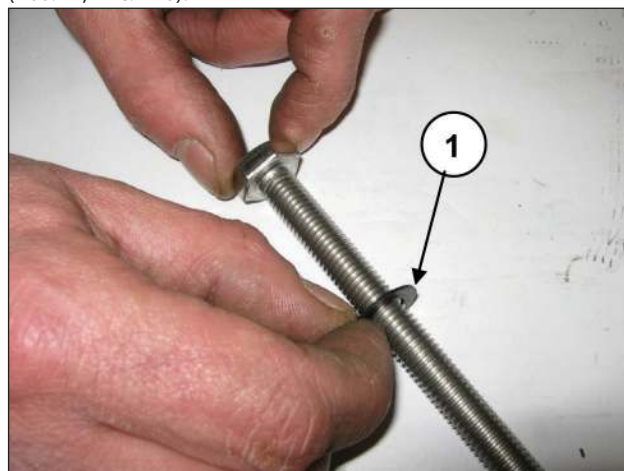

Рис. 146
Наденьте шайбу Ø10х18х0,9 на крепежный винт поршня (поз. ①, Рис. 146).